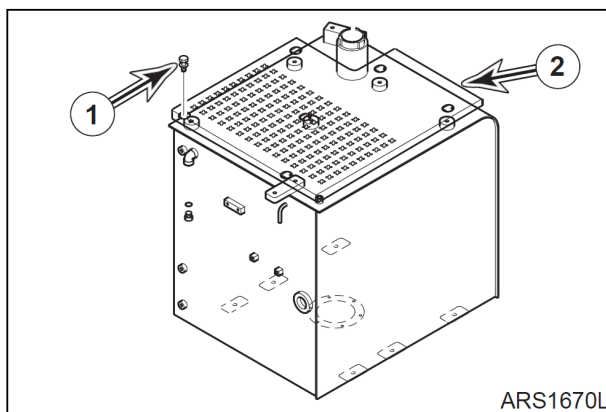

Рис. 16
7. Установить 6 болтов (1, рис. 16) и крышку (2) с топливного бака.